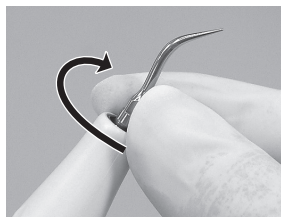

Fig. 2
1) Gire suavemente la punta con la mano e instálela. (Fig. 2)